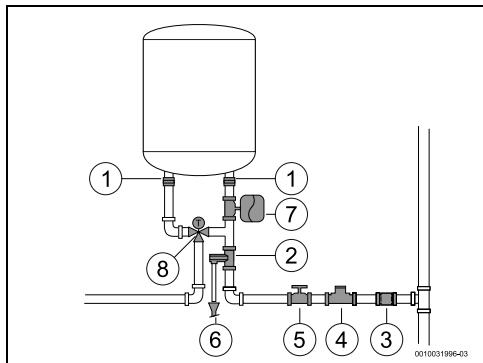

Fig. 10
- Si raccomanda di installare una valvola termostatica (fig. 10, [8]) sul tubo di uscita dell'apparecchio, se si utilizzano tubi PEX. Tali tubi devono essere adeguati alle performance del materiale utilizzato.
- Non installare mai accessori (diversi da quelli illustrati in fig. 10) tra la valvola di sicurezza e l'ingresso acqua fredda sanitaria (lato destro) dell'apparecchio.
- installare un riduttore di pressione (fig. 10, [4]). La valvola di sicurezza si attiva quando la pressione dell'acqua nell'apparecchio è superiore a 8 bar (± 1 bar), pertanto è necessario prevedere una soluzione per scaricare l'acqua.
- installare un vaso d'espansione (fig. 10, [7]) per evitare che la valvola di sicurezza si apra spesso. Il volume del vaso d'espansione deve essere pari al 5% del volume dell'apparecchio.